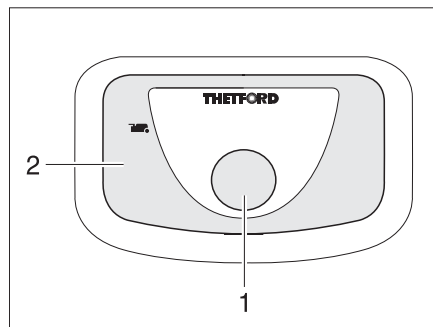

Bild 297 Spolknapp/kontrollampa Thetford-toalett
- För att spola, tryck på den blå spolknappen (Bild 297,1).
Kontrollampan (Bild 297,2) lyser när Thetford-kassetten måste tömmas.
- Skjut spjällspaken (Bild 297,1) medurs. Spjället stängs. För att kunna tömma toaletten **måste** spjället vara stängt i Thetford-toaletten.